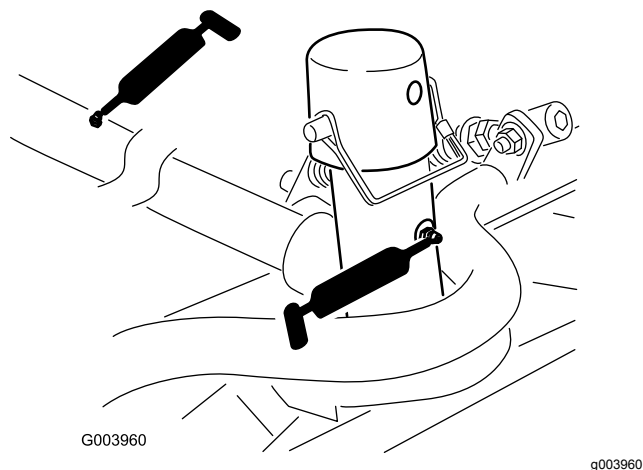

Figure 78
- Bâti porteur d'unité de coupe et pivot (x 2) (Figure 78)